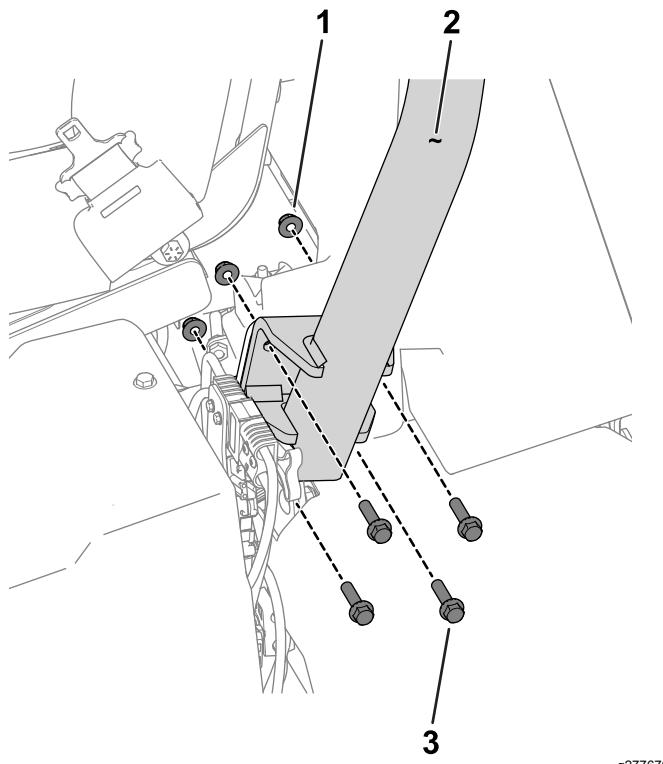

Figure 3
3. Avec 8 boulons à tête hexagonale (3/8" x 1 1/2") et 8 écrous (3/8"), fixez l'arceau de sécurité sur ses supports de chaque côté de la machine (Figure 3).